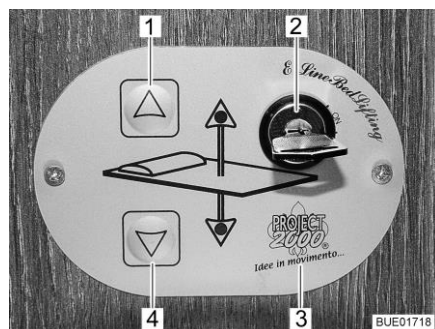

Fig. 95 Commande
Les touches (Fig. 95,1 et 4) sur l'unité de commande (Fig. 95,3) permettent d'abaisser ou de relever le lit escamotable. L'interrupteur à clé (Fig. 95,2) permet de protéger l'unité de commande contre toute utilisation non autorisée.
- Tourner la clé de 90° dans le sens des aiguilles d'une montre dans l'interrupteur à clé (Fig. 95,2) sur la position "On". L'unité de commande (Fig. 95,3) est activée.
- Appuyer sur la touche fléchée (Fig. 95,4) et la maintenir pressée jusqu'à ce que le lit escamotable ait atteint la position désirée vers le bas.
- Appuyer sur la touche fléchée (Fig. 95,1) et la maintenir pressée jusqu'à ce que le lit escamotable ait atteint sa position finale supérieure.